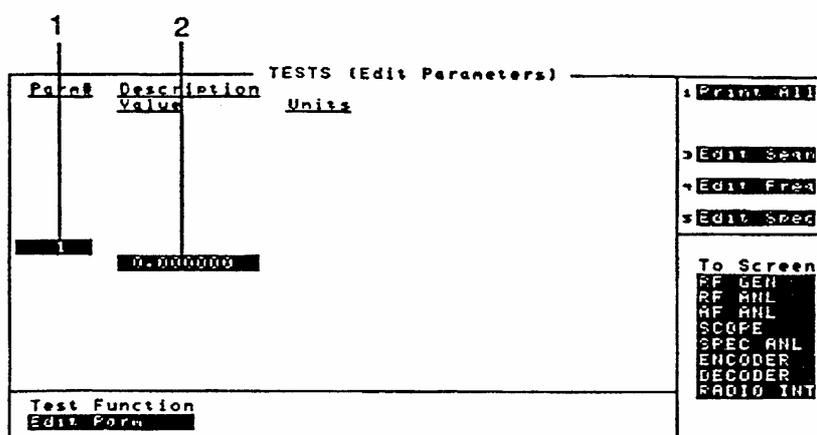

图 30-7 编辑参数屏幕举例
2. 选择编辑参数(**Edit Parm**)功能。呈现编辑参数(Edit Parameters)屏幕(见图 30-7)。
3. 将光标放在现行的参数(Parm #)条目前(参见图 30-7 (1)项)。
5. 选择参数的数值(Value)字段,并用键盘输入所需要的数值(见图 30-7(2)项)。单位(Unit)列指明该参数所使用的任一测量单位(%、dBm、kHz 等等)。